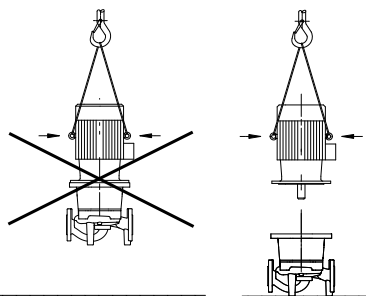

Fig. 20: Transport du moteur
- N'utiliser les œillets de levage que pour le transport du moteur et non de la pompe complète (fig. 20).